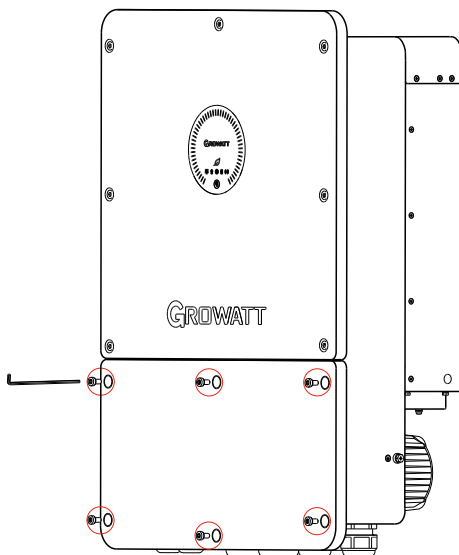

Fig 6.9 Cubierta inferior
1) Abra la cubierta inferior y la posición de la cubierta se muestra en la Fig. 6.9;